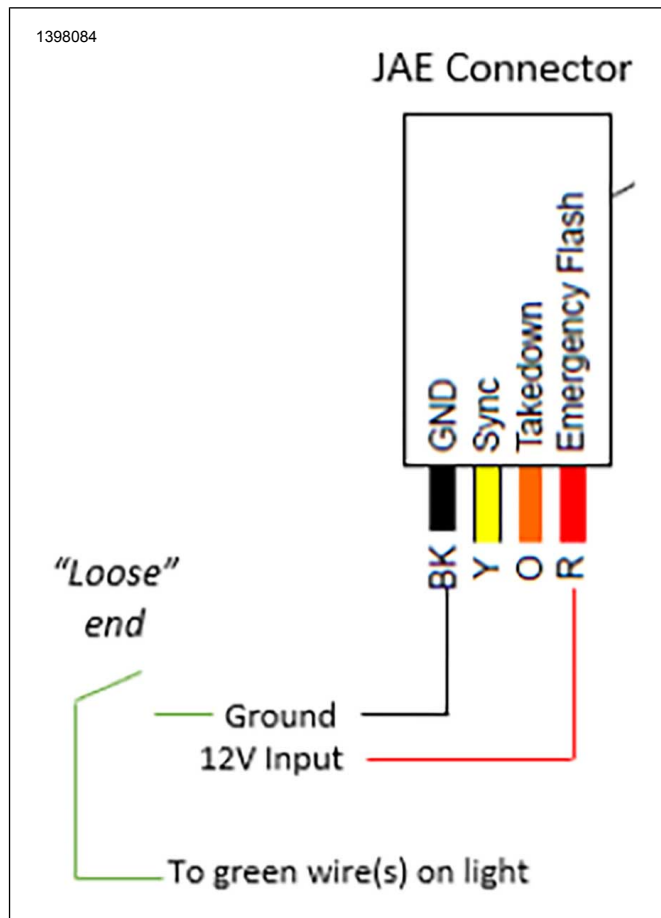

图9。颜色编程设置
1. 参见图9。将12V电源连接到灯阵列（需要使用经销商提供的电线）。
2. 参见图9。剥去车灯绿色电线的末端。